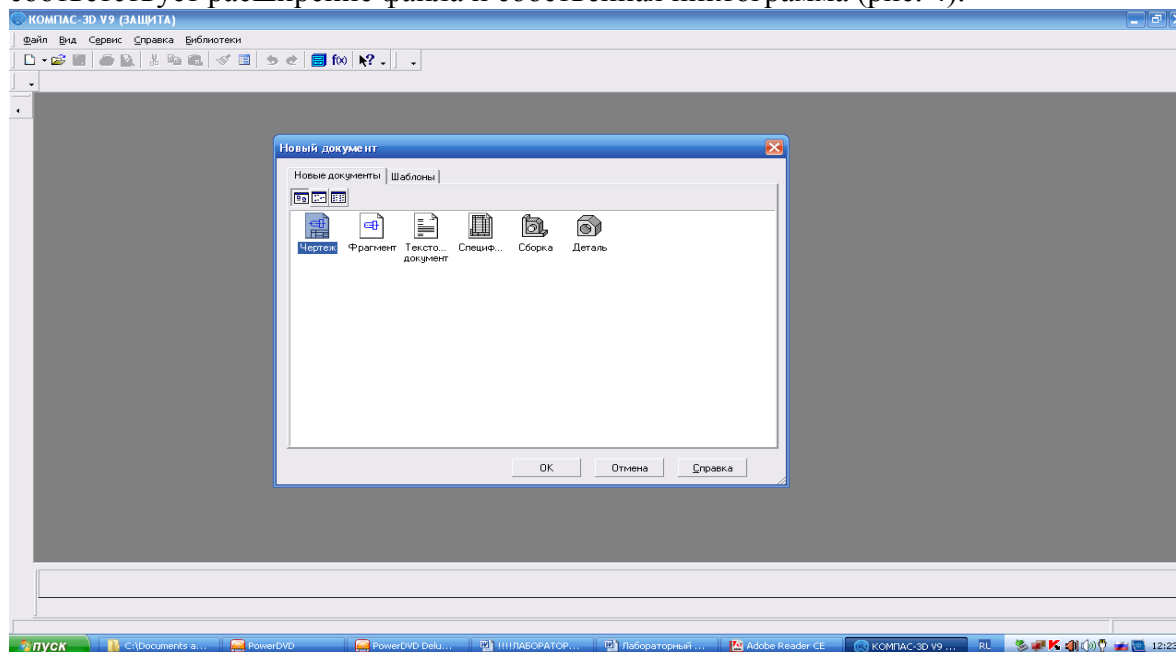

Рис. 4
*Типы документов САПР «КОМПАС».* Тип документа, создаваемого в системе КОМПАС-3D, зависит от рода информации, хранящейся в этом документе. Каждому типу документа соответствует расширение файла и собственная пиктограмма (рис. 4).